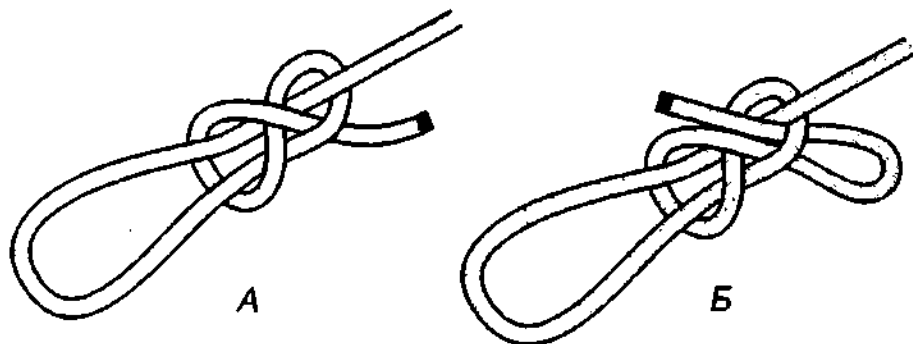

Рис. 376. А – скользящая восьмёрка; Б – быстроразвязывающаяся скользящая восьмёрка.
**Скользящая восьмёрка** так же легко и быстро вяжется, как и **скользящий простой узел**, но в отличие от второго, эта петля более крепкая и надёжная (рис. 376 А). Если необходимо быстро раздать **скользящую восьмёрку** под нагрузкой, то узел вяжется с петелькой (рис. 376 Б).